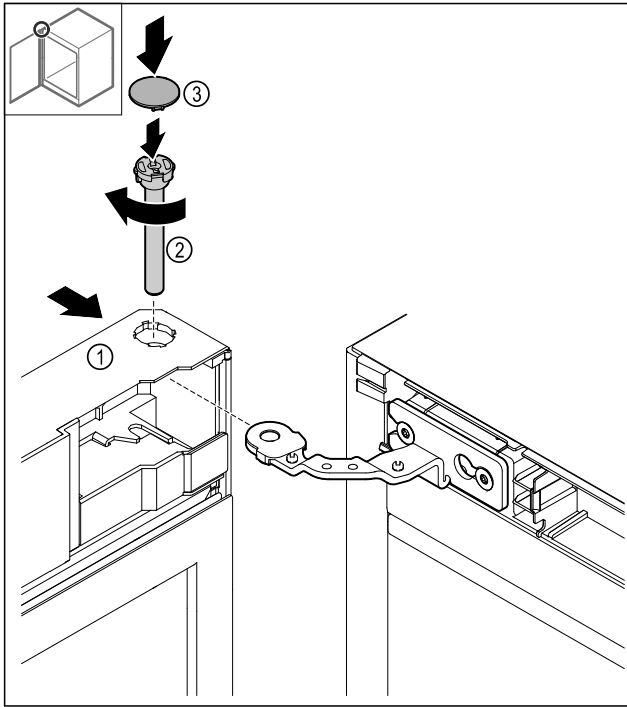

Fig. 39
- Spingere la porta Fig. 39 (1) in alto sulla cerniera.
- Inserire i bulloni e Fig. 39 (2) fissarli ruotandoli in senso orario.
- Applicare la copertura Fig. 39 (4).